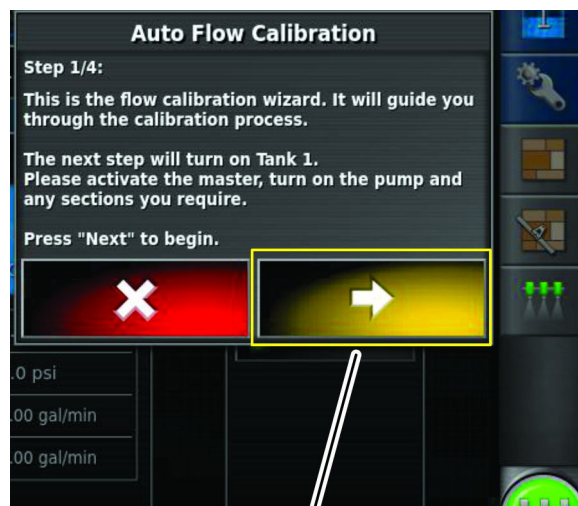

Figura 169
1. Na etapa 1 (de um total de 4) do assistente de calibração automática da taxa de fluxo, pressione o botão avançar (Figura 169).